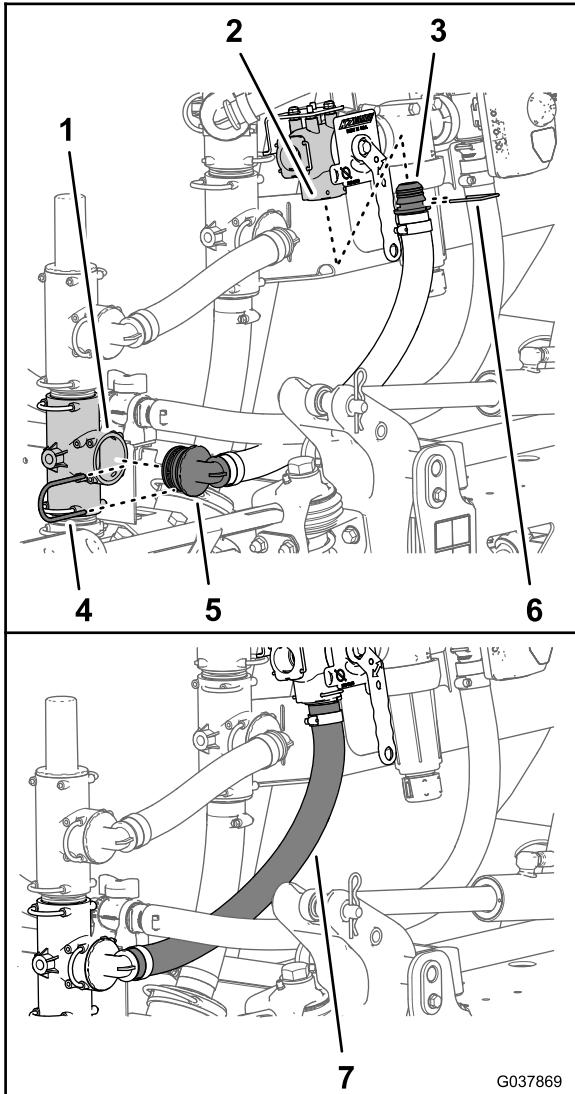

Figura 71
1. Montate il raccordo diritto dentellato del flessibile di alimentazione dell'irroratrice - 25 x 486 mm (1 x 19-1/8 poll.) nel foro di ingresso della valvola di intercettazione del nebulizzatore (Figura 71).
2. Fissate il raccordo diritto dentellato alla valvola di intercettazione del nebulizzatore con il fermo fornito in dotazione con la valvola di intercettazione (Figura 71).
3. Montate il raccordo a 90° del flessibile di alimentazione dell'irroratrice nel foro aperto del raccordo a T della pompa dell'irroratrice (Figura 71).
4. Fissate il raccordo a 90° al raccordo a T con il fermo (Figura 71) che avete rimosso al passaggio 5 di Rimozione dei flessibili di bypass dell'agitatore e di alimentazione dell'irroratrice \(pagina 18\).